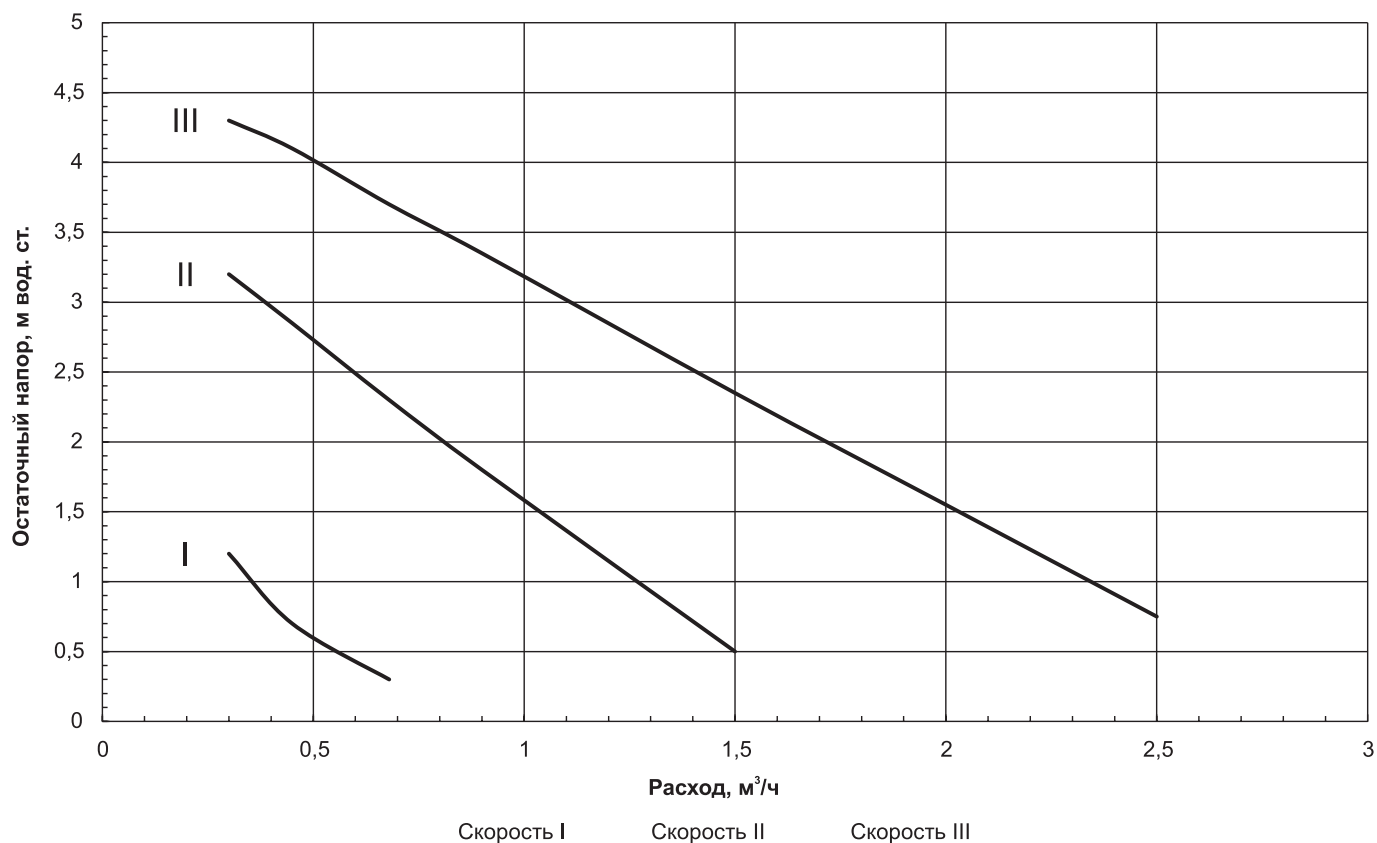
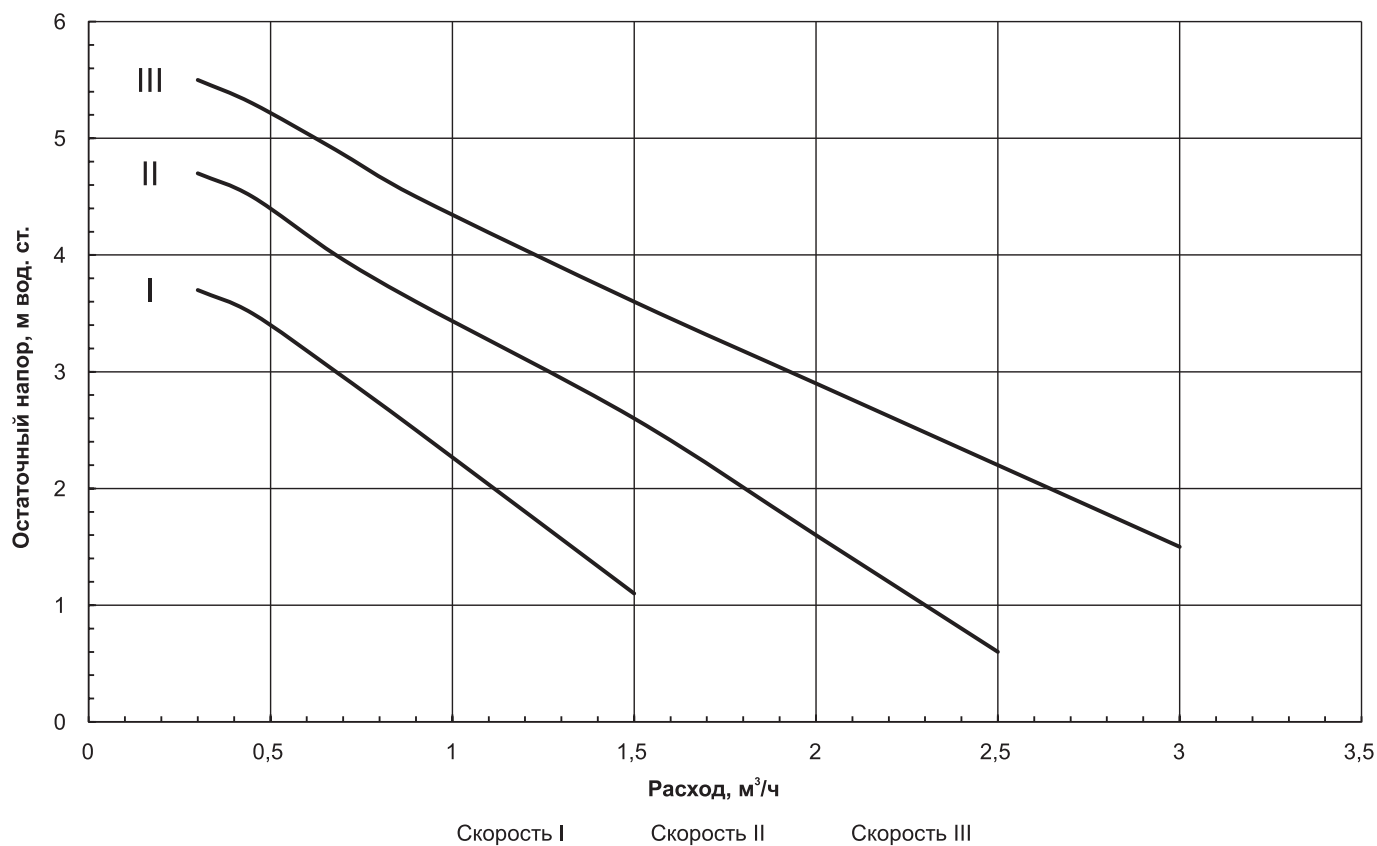

**Рис. 1 Остаточный напор для циркуляционного насоса ZOTA RING 25/60
**Рис. 2 Остаточный напор для циркуляционного насоса ZOTA RING 25/70
**График остаточного напора для циркуляционных насосов показан на Рис. 1, Рис. 2.